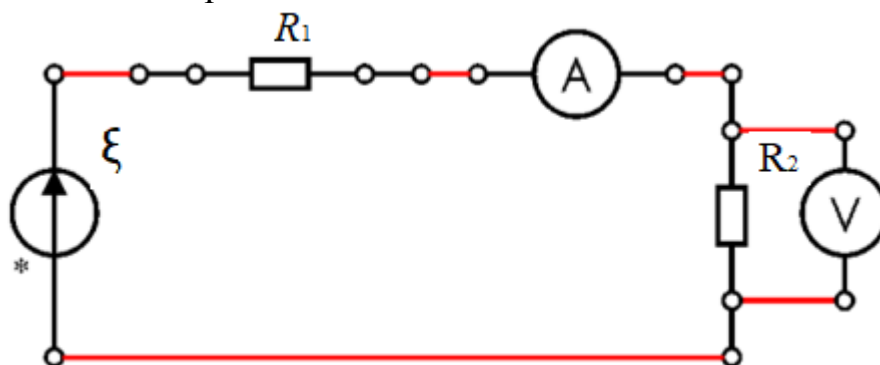

Рис. 9. Схема для проверки закона Ома на участке цепи.
2. Соберите схему на монтажной панели как показано на рис. 9, используя резистивные сопротивления, мультиметры и соединительные провода. Подключите токоведущие провода к источнику питания постоянного тока (8) рис. 8. Сопротивление резисторов R_1 и R_2 , задаются ведущим преподавателем или сотрудником лаборатории. Не рекомендуется использовать резисторы с большим сопротивлением и отличающиеся по значению более чем на два порядка.